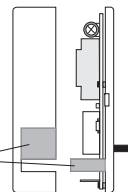

Fig. 5.i
Asportare dalla base le parti predisposte per il passaggio dei fili di collegamento indicate in fig. 5.i.
- Fissare la base alla parete (o scatola incasso), con 2 viti utilizzando le coppie di fori (**A-A, B-B, C-C**) predisposte (fig. 5.i).